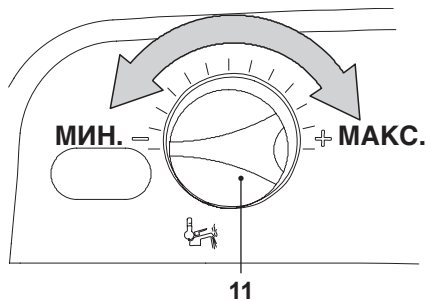

Рисунок 9.19
- Установите регулятор температуры горячего водоснабжения 11, см.Рисунок 9.19, на минимальное значение. На ЖК-дисплее **P09** будет загораться поочередно с **01**.